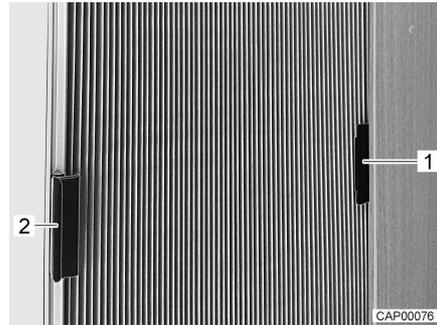

Fig. 25 Dispositif occultant plissé pour vitre latérale (fermé)
- Fermer le dispositif occultant plissé avec sa poignée (Fig. 25,1) respective.
- Pousser le dispositif occultant plissé (Fig. 25,1) par sa poignée respective dans la pièce de fixation (Fig. 25,2).